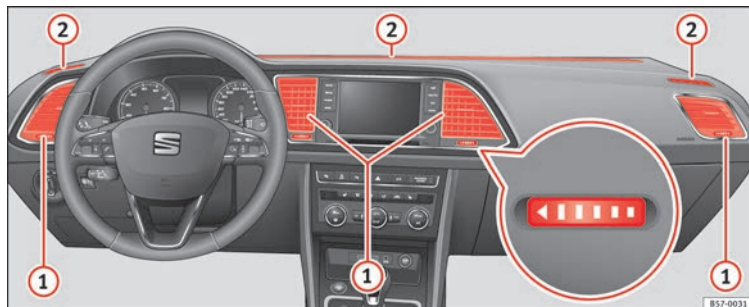

Fig. 161 Nella plancia: bocchette di ventilazione.
Per garantire il riscaldamento, il raffreddamento e la ventilazione all'interno dell'abitacolo, le bocchette di ventilazione ►► fig. 161 ① devono rimanere aperte.